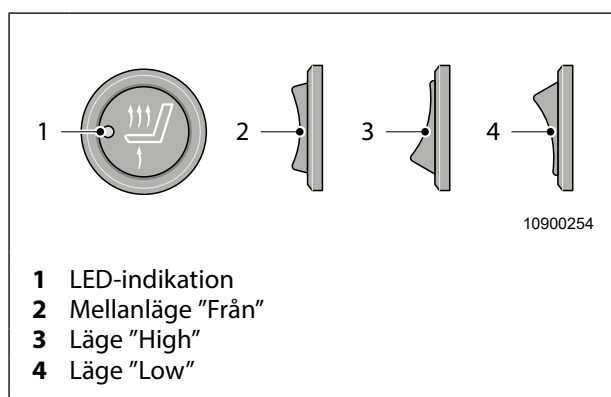

Fig. 2 Strömställare sätesvärme
1. Tryck sätesvärmens strömställare uppåt till läge "High" (Fig. 2, pos. 3).
Lysdioden (Fig. 2, pos. 1) lyser rött. Uppvärmningen tar ca 2 minuter.
1. Tryck sätesvärmens strömställare nedåt till läge "Low" (Fig. 2, pos. 4).
Lysdioden (Fig. 2, pos. 1) lyser grönt. Uppvärmningen tar ca 6 minuter.
1. Tryck sätesvärmens strömställare till mellanläget (Fig. 2, Pos. 2).